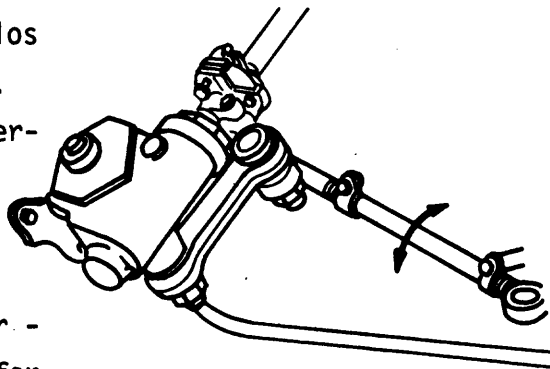

Fig. 7
- d Gire la barra de dirección para atornillarla o desatornillar-la en el extremo de barra (fig. 7), hasta obtener la lectura indicada por el fabricante del vehículo.